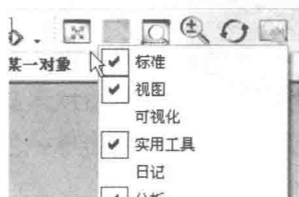

图 1-6 工具条弹出菜单
(5) 显示工具条和按钮的更多信息:将光标置于任意工具条上并单击 MB3,系统显示一个弹出菜单,如图 1-6 所示。在此菜单中,显示当前应用环境所有可用的工具条名称,可以利用“√”决定系统显示哪些工具条。单击任何其他地方关闭菜单显示。